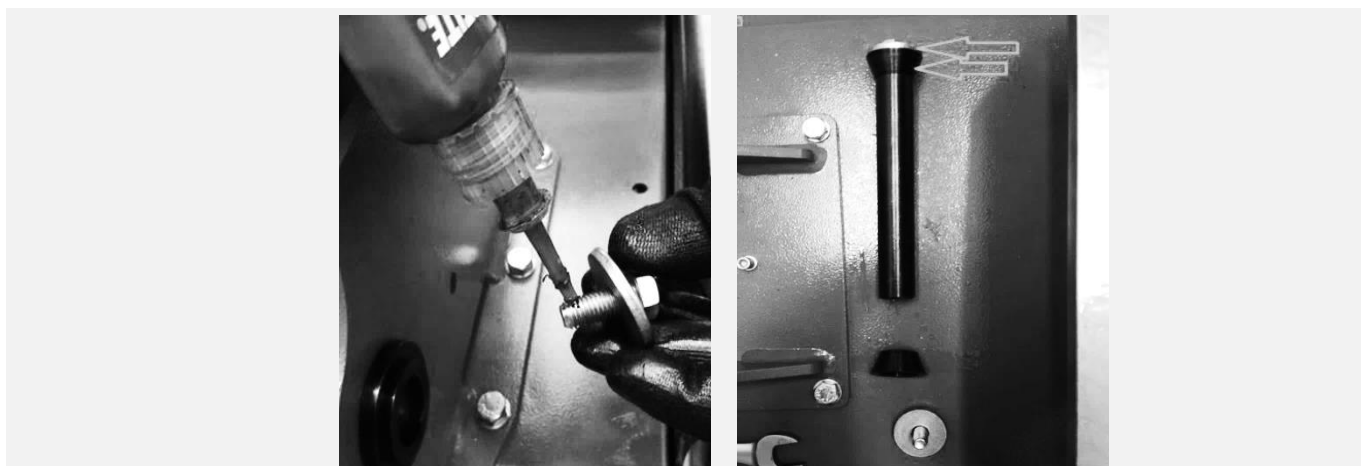

Рисунок 7
7.4.3 Подготовить ось колонны к установке. Для этого установить с одной стороны оси болт, плоскую шайбу и конусную шайбу. (см. Рисунок 7).